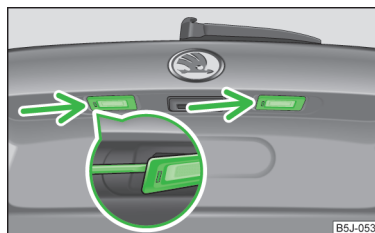

Fig. 161
- Introduceți capătul plat al unei șurubelnițe în orificiul din locul marcat cu săgeată » fig. 161 și apăsați-l cu atenție spre centrul lămpii, lampa sare puțin din locaș.